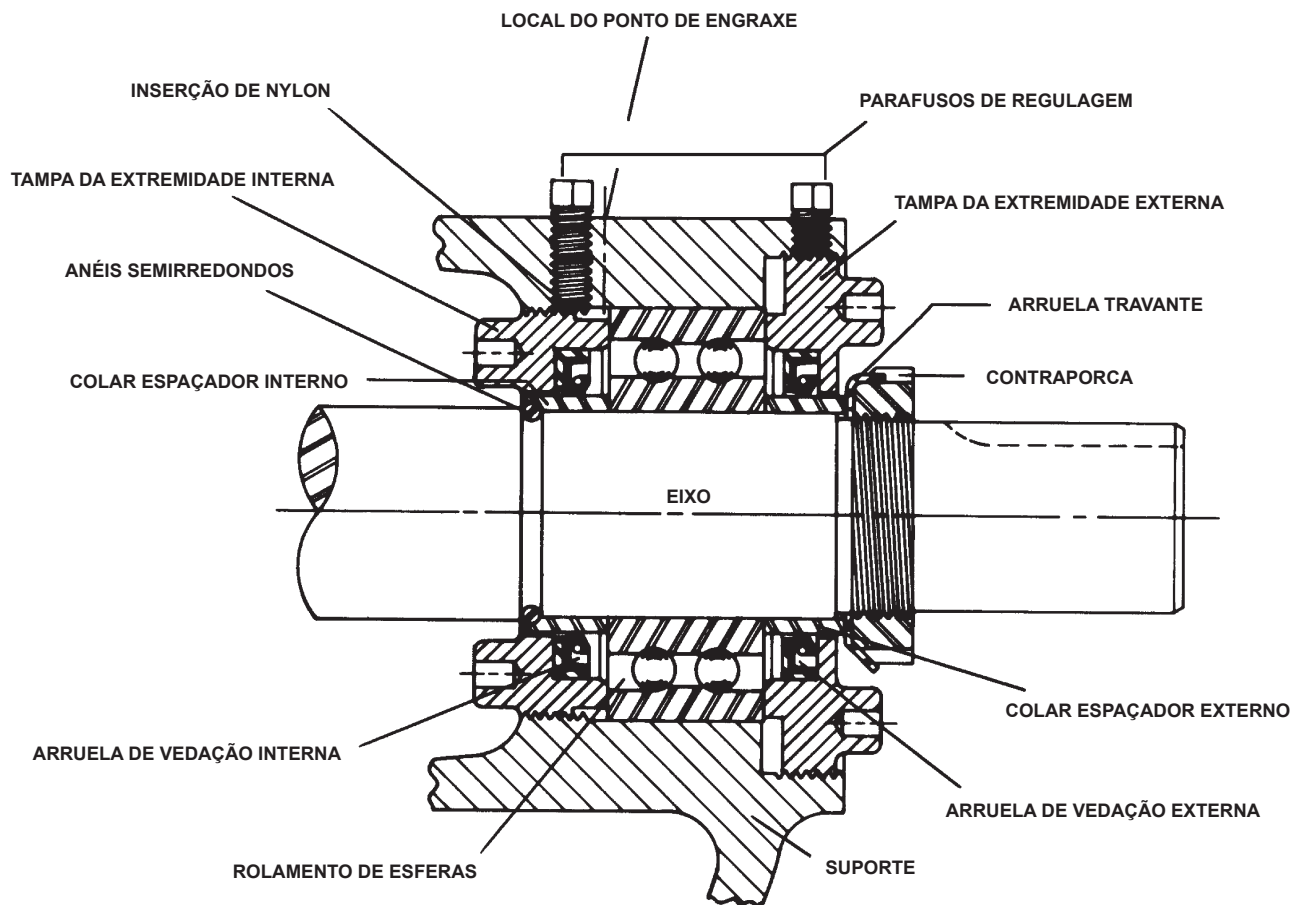

FIGURA 5
8. Solte os quatro parafusos de regulagem sobre as tampas das extremidades externa e interna. Remova ambas as tampas da extremidade com arruelas de vedação, os espaçadores e o rolamento de esferas. **Consulte a Figura 5, na página 11.**
Coloque um par de anéis semirredondos no eixo e deslize o espaçador interno do rolamento sobre os anéis semirredondos para prendê-los no lugar. Nas bombas dos tamanhos Q, QS, e M não há nenhum par de anéis semirredondos. **Consulte a Figura 5 na página 5.**
8. Aperte a arruela de vedação de frente para a extremidade de eixo na tampa da extremidade interna e insira a tampa da extremidade através da extremidade do eixo do suporte. Gire a tampa da extremidade no sentido horário, olhando para a extremidade do eixo, até ela se encaixar na rosca. Os orifícios na tampa da extremidade para encaixar a chave devem estar de frente para o rotor. Gire a tampa da extremidade com a chave de aperto até ela sair ligeiramente pela abertura no lado do suporte. A tampa da extremidade não deve ser apertada demais para que a arruela de vedação não ultrapasse a extremidade do espaçador do eixo ou da tampa da extremidade e saia da rosca. **Consulte a Figura 5 na página 5.**
10. Aperte a arruela de vedação de frente para a extremidade do eixo na tampa da extremidade externa e insira a tampa da extremidade no suporte. Gire a tampa da extremidade no suporte até ela ficar apertada contra o rolamento. **Consulte a Figura 5 na página 5.**
11. Instale a arruela travante e a contraporca no eixo. Insira um cabo de madeira ou bronze na abertura da porta entre os dentes do rotor para evitar que o eixo gire. Aperte a contraporca até 162,7-203,4 Nm (120-150 pés-lbs.) torque (LS) ou 230,5-257,6 Nm (170-190 pés-lbs.) torque (Q, QS, M). Dobre uma ponta da arruela travante na abertura da contraporca. Se a ponta não se alinhar com a abertura, aperte a contraporca até o encaixe. Deixar de apertar a contraporca ou de encaixar a ponta da arruela travante pode resultar em falha prematura do rolamento e causar danos ao resto da bomba.